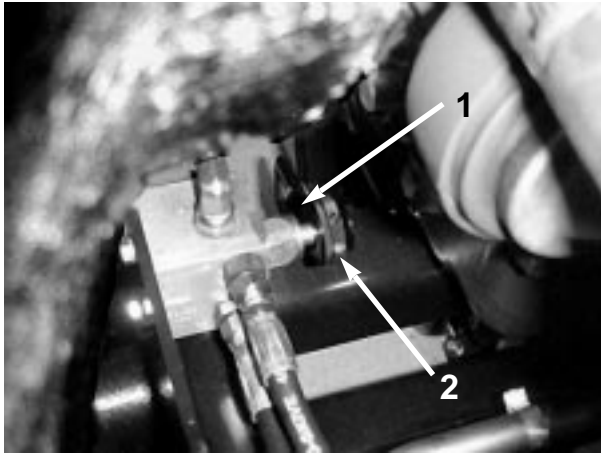

図9
1. 調整バルブはリア・アクスルの前部にある (図9)。
2. ノブの固定リングをゆるめる (図9)。